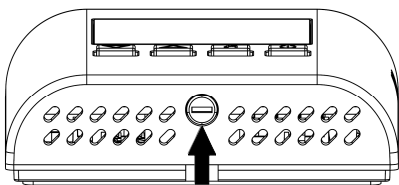

Abb. 2
- 1 Drücken Sie mit Hilfe eines Schraubendrehers die Verriegelung (linke Gehäusesseite) nach hinten (Abb. 2).